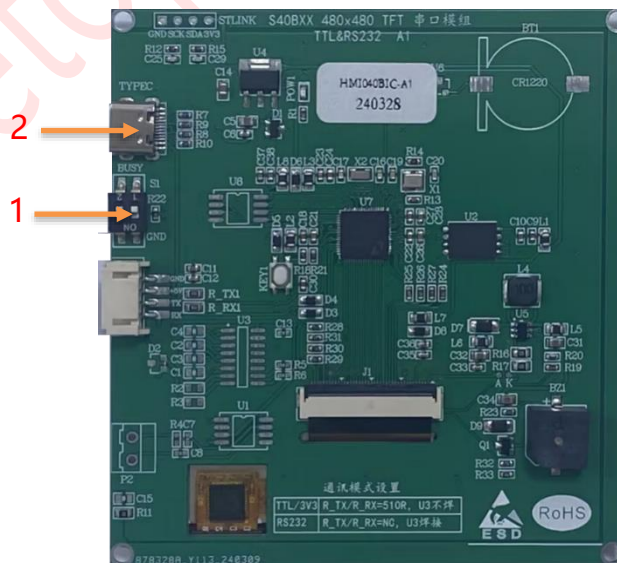

图 2-7: LT168B 接线示意图
1、接线说明, 如前面图 2-7 所示, 进行烧录前, 先将标注 1 处的 BUSY 引脚和 GND 短接 (即拨码开关拨到 ON), 然后通过标注 2 处 USB 口连接电脑供电和通信。